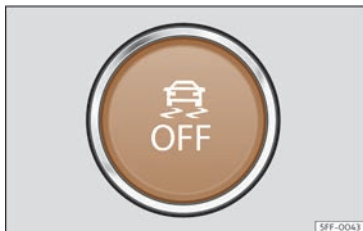

Abb. 128 Im unteren Bereich der Mittelkonsole: Taste zum Ein-/Ausschalten von ESC (je nach Version).
- Zum Ein- und Ausschalten von ASR, kurz die Taste in der Mittelkonsole drücken >>> (Abb. 128).
- Zum Ein- und Ausschalten von ESC im Modus „Sport“, kurz die Taste in der Mittelkonsole drücken >>> (Abb. 128).
- Zum Ein- und Ausschalten von ESC, die Taste in der Mittelkonsole länger drücken >>> (Abb. 128).